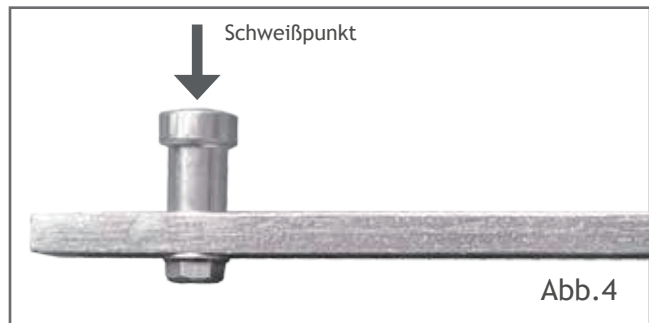

Abb.4
- Jedes Schienenelement hat drei Löcher, in denen jeweils ein Schrauben-Set (J) befestigt wird (s. Abb. 4).